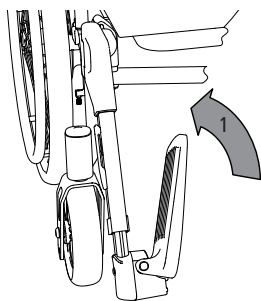

fig. 7
1. Til montering af fodbrættet klappes en fodplade op (1, fig. 7).